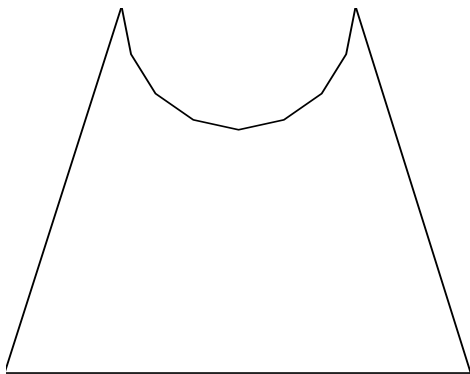

Рисунок 2.1 – Поясняющий рисунок для задания 3
- 3 Построить дугу по трем точкам: (20,40); (30,30); (40,40). Построить отрезок (10,10)–(50,10). Достроить отрезки, используя объектную привязку (рисунок 2.1).